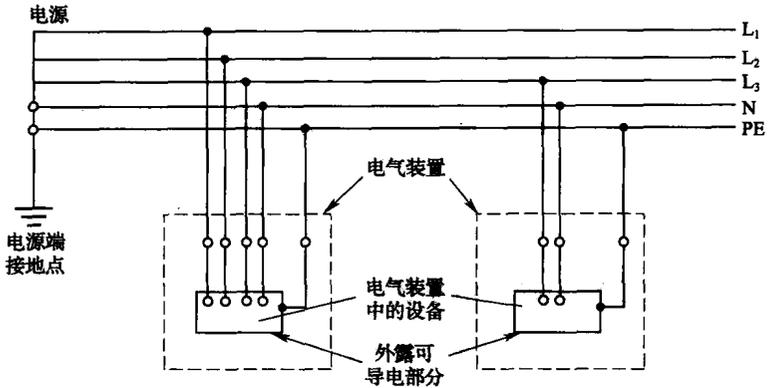

图 1-1 TN—S 系统
1. TN—S 系统：整个系统的中性导体和保护导体是分开的（图 1-1）。